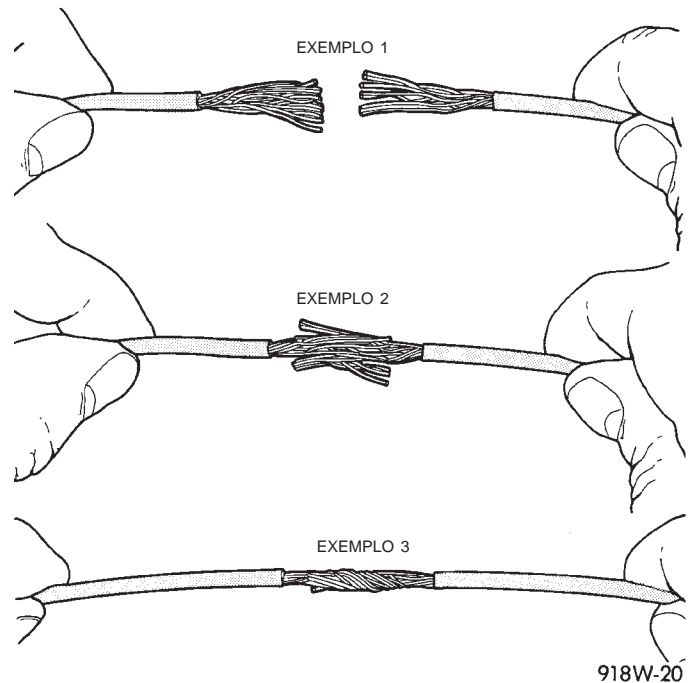

Fig. 11 Conserto do Fio
- (1) Desconecte o cabo negativo da bateria.
- (2) Remova 2,5 cm (1 pol.) de isolamento de cada ponta do fio.
- (3) Coloque uma peça de tubulação de encaixe a quente sobre um lado do fio. Certifique-se de que a tubulação seja longa o suficiente para cobrir e vedar toda a área de conserto.
- (4) Afaste as pernas do fio em cada parte do fio exposto (exemplo 1) (Fig. 11).
- (5) Junte as duas pontas do fio até que as pernas fiquem próximas à isolamento (exemplo 2) (Fig. 11).
- (6) Torça os fios juntos (exemplo 3) (Fig. 11).
- (7) Solde a conexão usando somente solda do tipo núcleo de resina. **Não use solda com núcleo de ácido.**
- (8) Centralize a tubulação de encaixe a quente sobre a junção e aqueça-a com uma pistola. Aqueça a junção até que a tubulação fique firmemente vedada e o vedante apareça em suas duas pontas.
- (9) Prenda o fio aos fios existentes para evitar atritos ou danos à isolamento.
- (10) Conecte a bateria e teste todos os sistemas afetados.